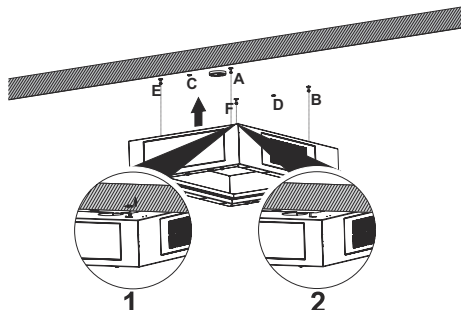

Abb. 7
3. ➔ Die Motorbox an die Schrauben der Punkte A,B,E,F in die Langlöcher einhängen (Abb. 7/1 und in der Pfeilrichtung (Abb. 7/1 drücken.
Stellen Sie sicher, dass die Motorbox an den Langlöcher sitzt.(Abb. 7/2)